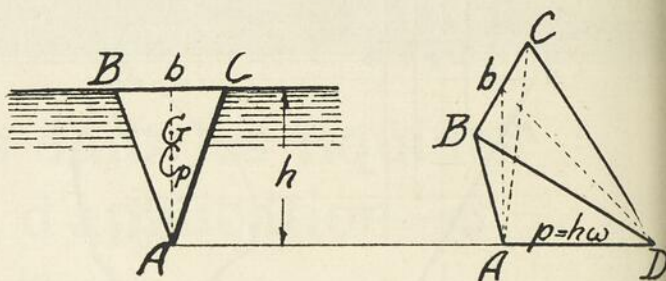

FIG. 6
c) Triangle BAC vertical à base BC adjacente au niveau libre (Voir Fig. 6).